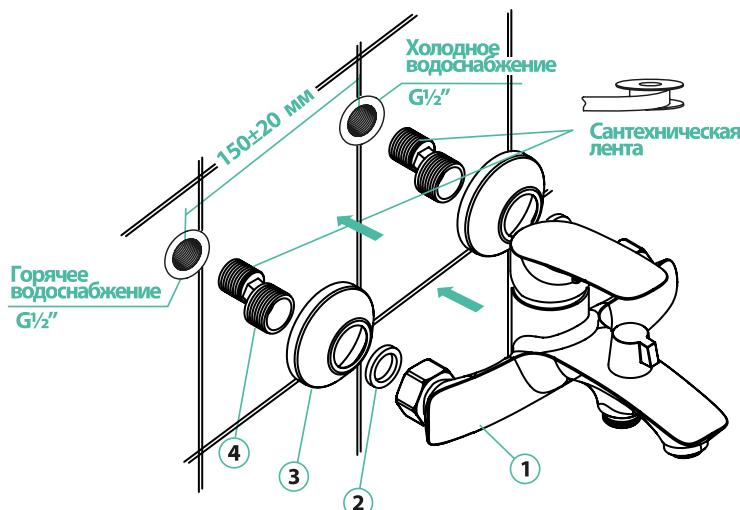

Рис. 1
- Убедитесь, что входные трубы горячей/холодной воды подведены правильно: горячая должна находиться слева, холодная справа (рис. 1)
- Отключите систему холодного и горячего водоснабжения. Ввинтите эксцентрические переходники (рис. 1) в выходы трубопроводов системы водоснабжения, предварительно уплотнив резьбовую часть изоляционным материалом. Подберите положение эксцентрических переходников, при котором они совпадут и будут соответствовать присоединительному расположению смесителя. При этом положение смесителя должно быть горизонтальным.